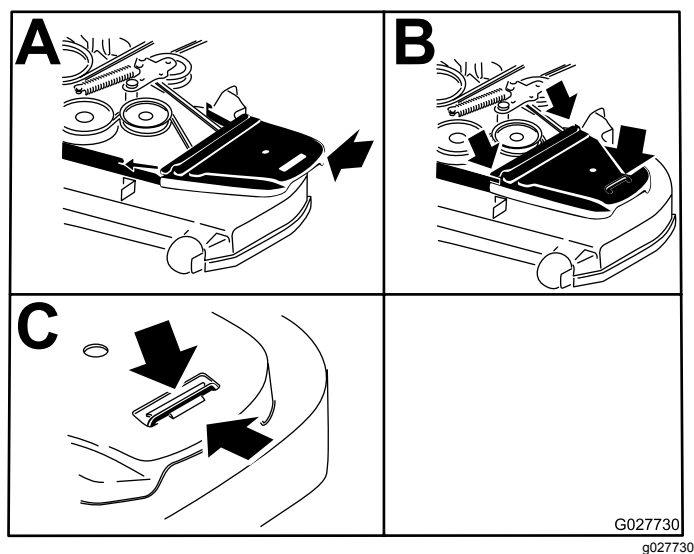

Figure 85
12. Posez les couvercles de courroie (Figure 85).